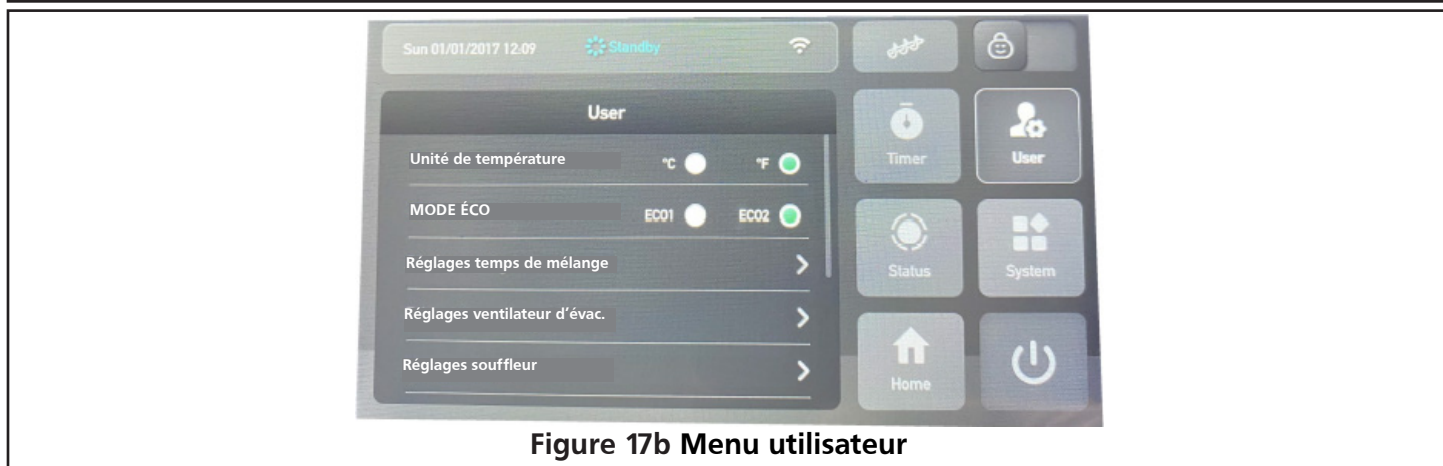

Figure 17b Menu utilisateur
- Appuyez sur pour accéder au menu des paramètres utilisateur (Figure 17b).